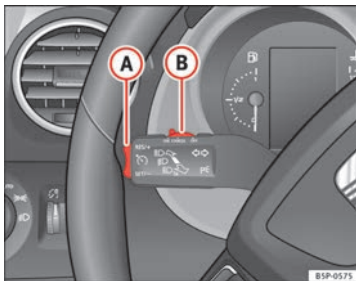

Abb. 151 Blinker- und Fernlichthebel: Schalter und Wippe für die Geschwindigkeitsregelanlage
- Drücken Sie den unteren Teil der Wippe **SET/-** ⇒ Abb. 151 **(A)** einmal kurz, wenn die zu speichernde Geschwindigkeit erreicht worden ist.